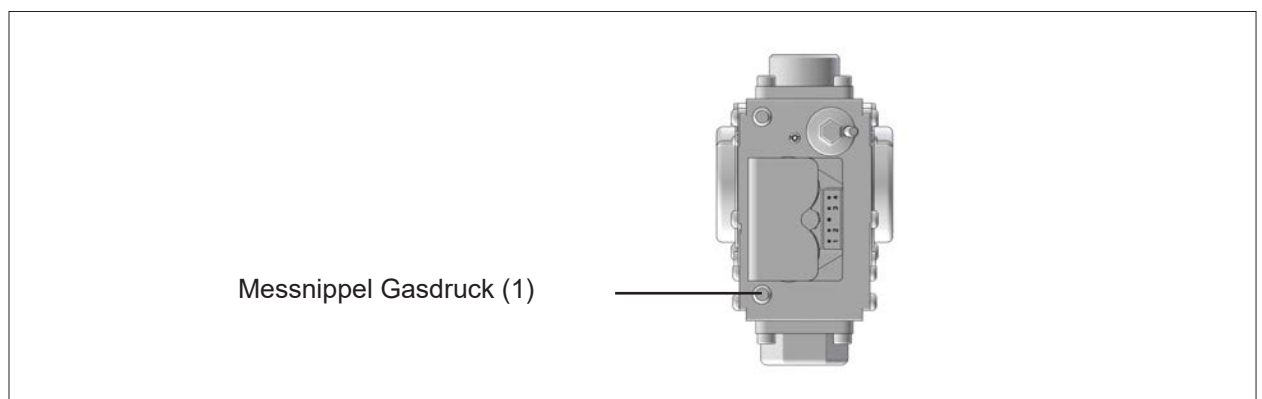

Abb. 6.2 Messnippel Gasdruck
- ▶ Verschlusschraube am Messnippel (1) (Abb. 6.2) lockern und Gaszuleitung entlüften.
- ▶ Differenzdruckmessgerät oder U-Rohr-Manometer am Messnippel (1) an „+“ anschließen. Mit „-“ gegen Atmosphäre.